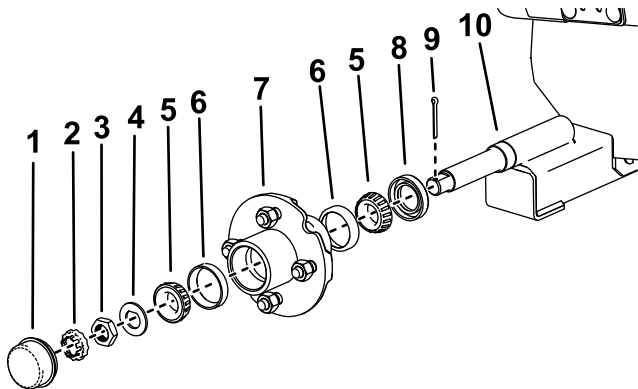

Figura 16
3. Îndepărtați capacul de praf de pe butucul roii (Figura 16).
4. Scoatei tiftul i piulia de blocare (Figura 16).
5. Scoatei piulia butucului, aiba axului i ansamblul butucului de pe ax (Figura 16).
3. Instalai cupele de rulment i rulmenii pe ansamblul butucului aa cum se arată în Figura 16.
1. Instalai etanarea cu ulei, ansamblul butucului i aiba axului aa cum se arată în Figura 16.